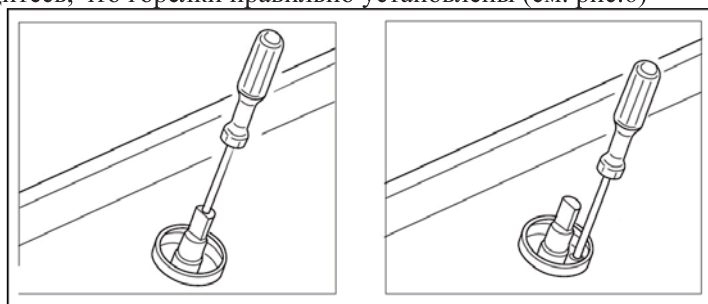

Рис. 7
- С помощью тонкой отвертки покрутите винт регулировки, расположенный внутри или на поверхности газового крана (см. рис.7).